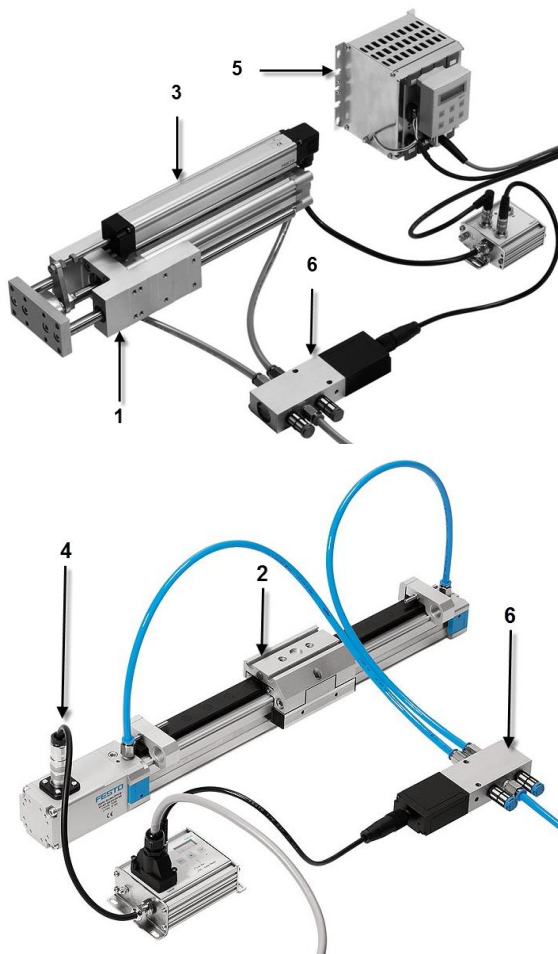

Fig. 22
Dans un système servopneumatique (Fig. 22), on utilise un vérin standard (1) ou un vérin sans tige de piston (2).